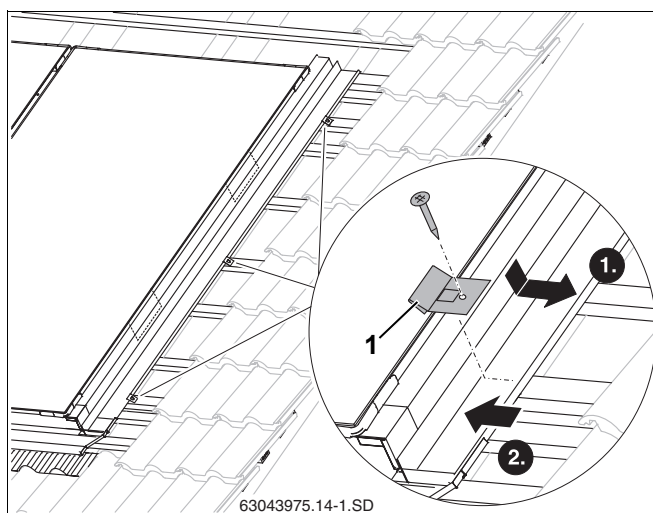

Рис. 50 Крепление бокового накладного листа
- ▶ Уложите прихват (рис. 50, поз. 1) в кант бокового накладного листа.